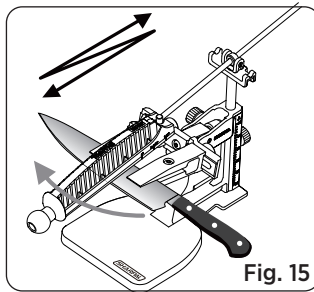

Fig. 15
2. Stosuj lekki nacisk, wykonując długie, płynne ruchy, zaczynając od nasady ostrza. Przesuwaj płytkę ścierną tam i z powrotem wzdłuż krawędzi tnącej w kierunku czubka. Zatrzymaj się przy czubku ostrza. (Patrz Fig. 15)